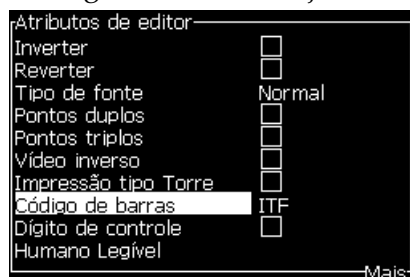

Figura 5-55: Selecionar o tipo de código de barras
- 2 Pressione a tecla *F3* ou *ALT + E* e selecione *Atributos em linha* para abrir a tela *Atributos do Editor* (Figura 5-55 na página 5-60).